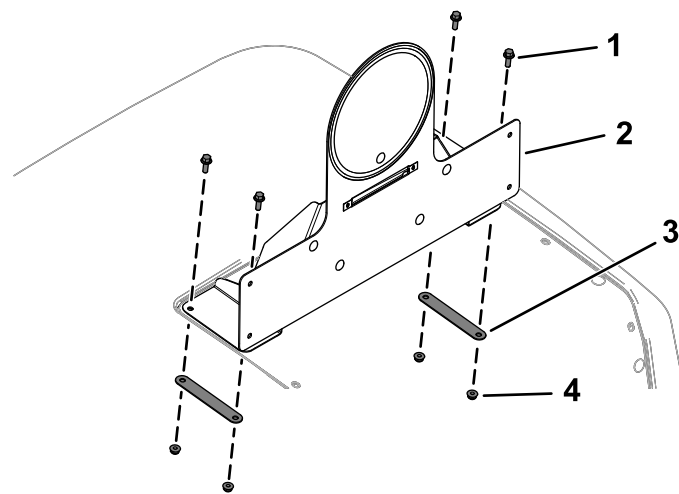

Figura 30
10. Fixai suportul asamblat al plăcii de viteză pe capotă folosind 4 uruburi cu guler ($\frac{1}{4} \times \frac{3}{4}$ "), 2 suporturi posterioare i 4 contrapiulie ($\frac{1}{4}$ ") aa cum se arată în Figura 30.